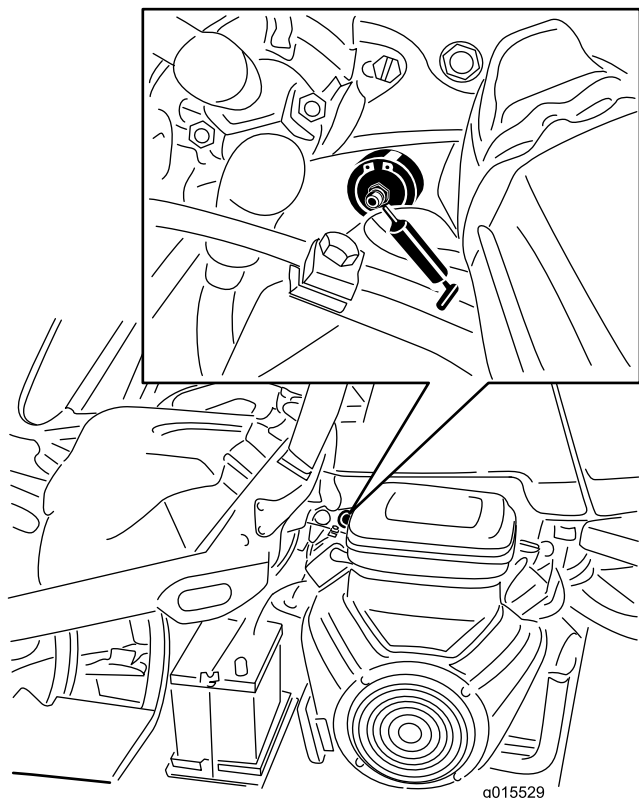

Figura 40
1. Pulite i raccordi di ingrassaggio in modo da evitare che corpi estranei possano entrare nel cuscinetto o nella boccia (Figura 40).